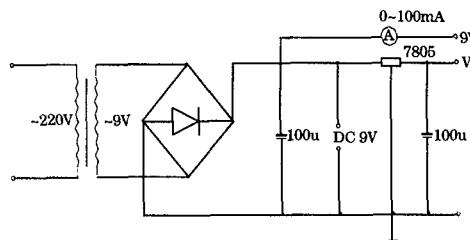

图3
(3)电源部分由一个电源变压器(功率取 $3\sim5W$,交流电 $220V\sim$ 交流电 $9V$)、一个桥式整流电器、一块稳压IC(7805)、两个 $1000\mu F$ 滤波电容和一个 $0\sim100mA$ 的直流电流表组成,见图3。9V直流电源提供给EN测风处理仪使用,而另一个5V直流电源提供给多谐振荡器用;电流表是用来检测EN测风处理仪的工作电流是否正常。